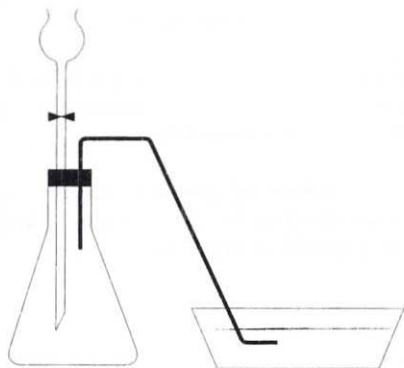

Fig. 3.
- III. El hidrógeno como reductor: Preparar un generador de hidrógeno de preferencia tipo Kipp (en caso de no tenerlo, montar un ejemplo como en la fig. 3. Obtener hidrógeno a partir de granalla de zinc y ácido clorhídrico y sulfúrico (1:10). De preferencia envolver el generador en una toalla húmeda.